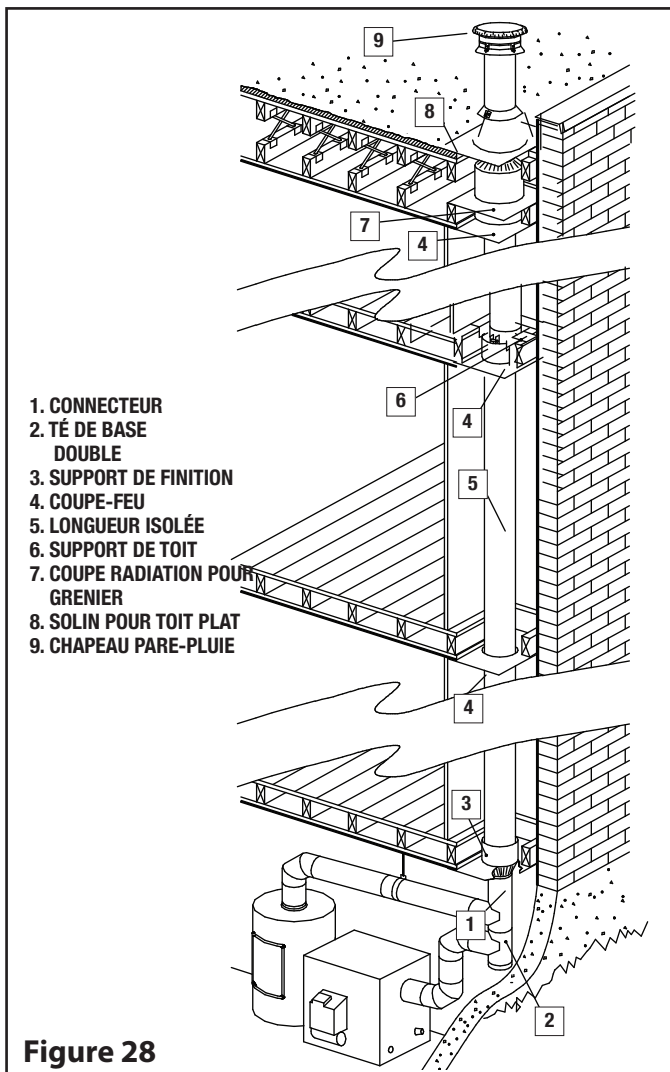

Figure 28
Étape 4. Par dessous, installez un coupe-feu (BF) à chaque étage traversé par la cheminée (voir Figure 28).